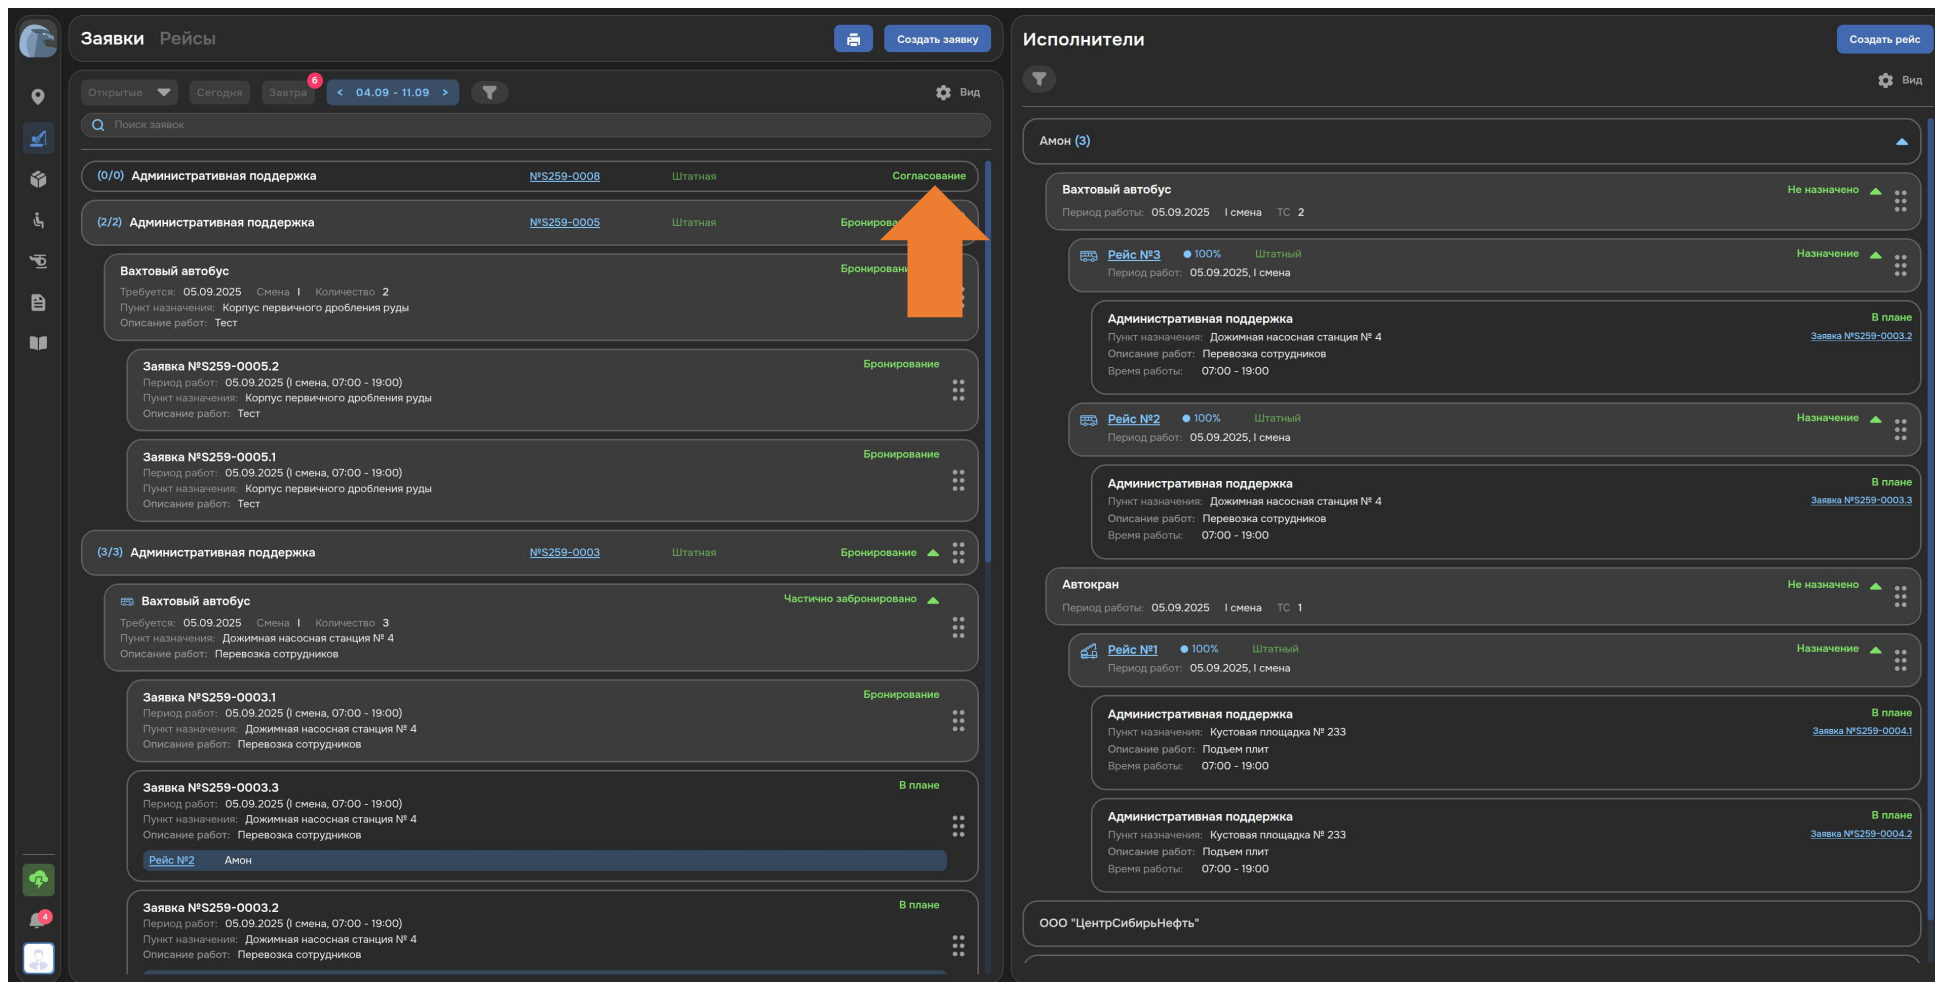

Рисунок 25. Раздел «Спецтехника»
1. Откройте раздел, соответствующий процессу («Спецтехника», «Грузовые» или «Пассажирские») (см. Рисунок 25).
2. Откройте необходимую Заявку в статусе «Согласование» (см. Рисунок 25).